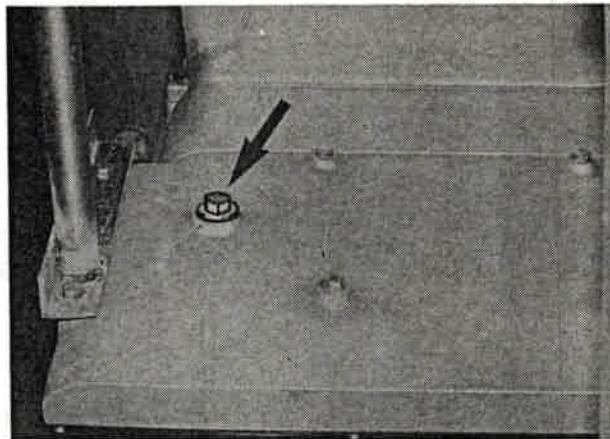
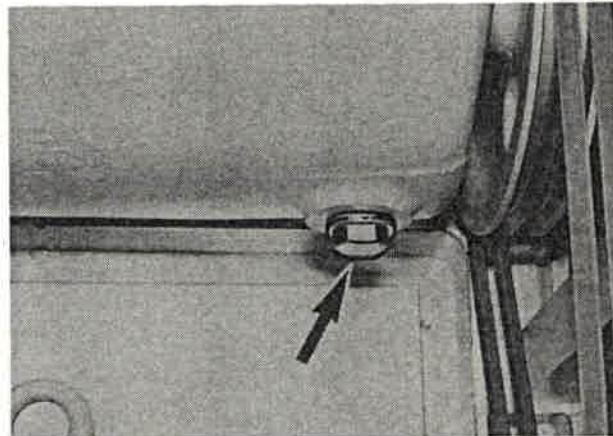

Bild 137
Bild 138
2. Einfüllschraube (Bild 137/Pfeil) sowie Ablaßschraube (Bild 138/Pfeil) herausschrauben und Öl ablassen.
3. Dichtring der Ablaßschraube (Bild 138/Pfeil) prüfen, ggf. neuen verwenden und Ablaßschraube wieder einschrauben.